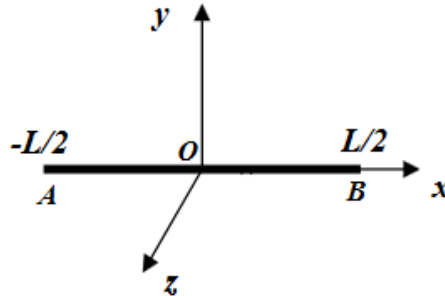

Figure III.19
**Exercice 02.** Soit une barre (AB) homogène de longueur L, de milieu O, portée par l'axe Ox. (Figure III.19).